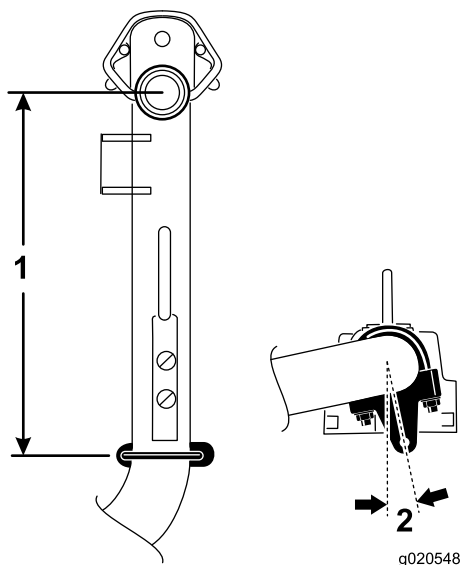

Figura 7
5. Sui bracci di sollevamento n° 6 e 7, posizionate le staffe e i bulloni a U a una distanza di 36,8 cm dietro la linea centrale dello snodo di articolazione (Figura 7).